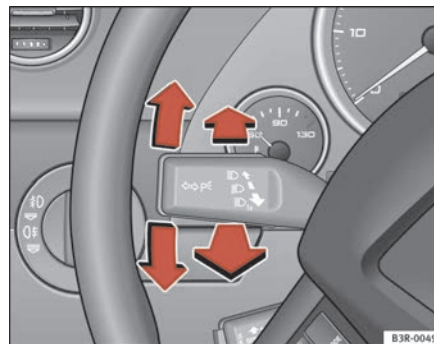

Fig. 91 Leva degli indicatori di direzione e degli abbaglianti
- Portare la leva completamente verso l'alto per mettere la freccia a destra e verso il basso per mettere la freccia a sinistra ⇒ **fig. 91**.